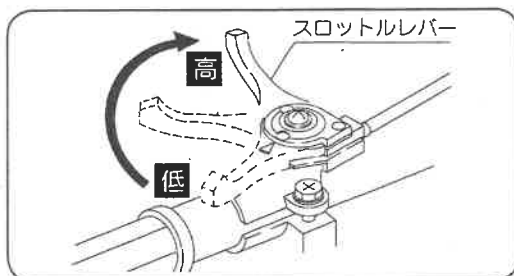

図14
- ①スロットルレバーをゆっくり「低」から「高」位置にします。(図14)